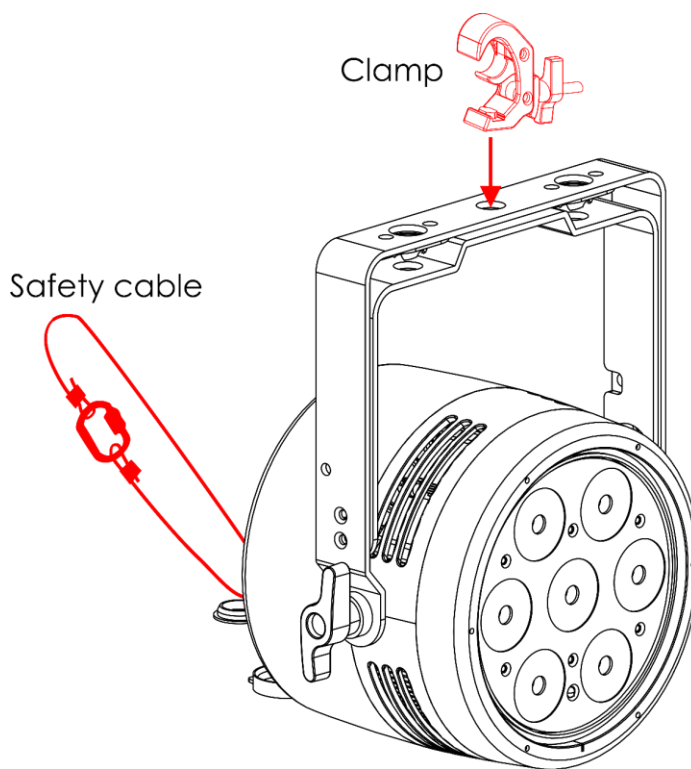

Fig. 06
- 02) Zet het apparaat vast met een secundaire ophanging, bijvoorbeeld een veiligheidskabel. Zorg ervoor dat de secundaire ophanging 10 keer het gewicht van het apparaat kan dragen. Indien mogelijk moet de secundaire ophanging worden bevestigd aan een draagconstructie die onafhankelijk is van de primaire ophanging. Steek de veiligheidskabel door het **veiligheidsoog (12)**, zoals getoond in Fig. 06.